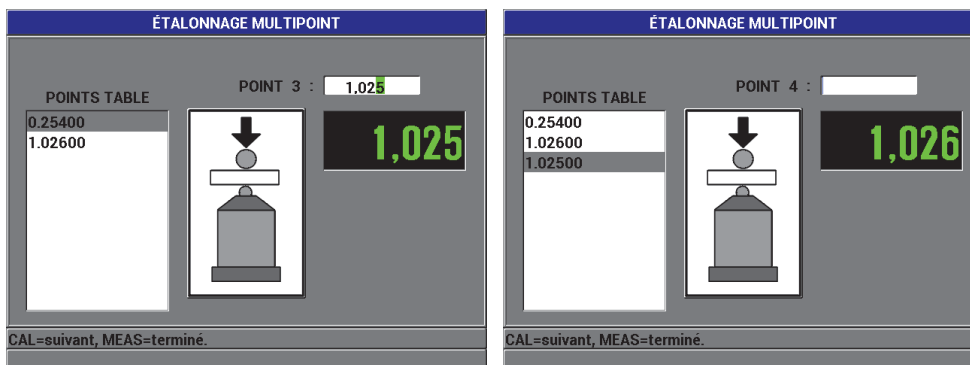

Figure 4-11 Écran ÉTALONNAGE MULTIPOINT
8. Jusqu'à huit points d'étalonnage supplémentaires seront affichés du côté gauche de l'écran (voir la Figure 4-11 à la page 94), de la manière suivante :